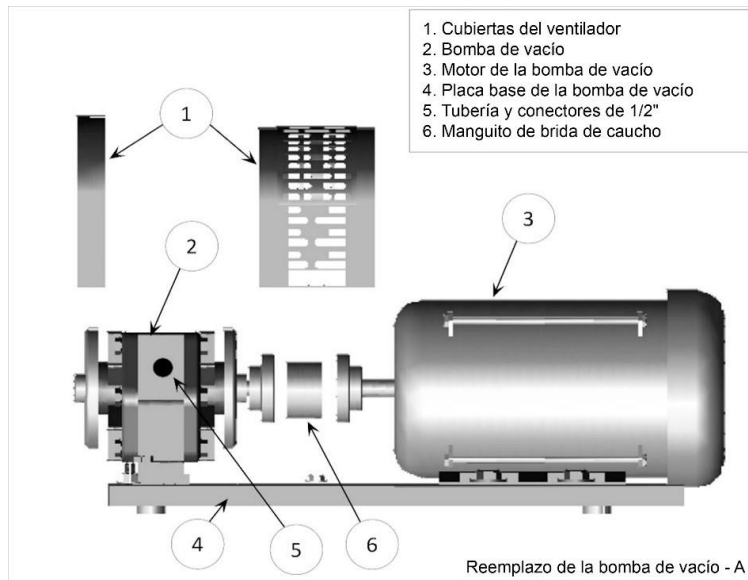

Figura 9-15: Conjunto y componentes de la bomba de vacío
1. Para conocer el conjunto y los componentes de la bomba de vacío, **vea la Figura 9-15**.